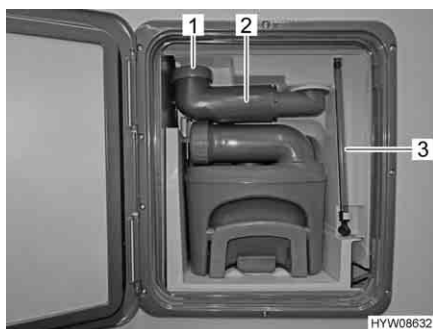

Fig. 99 Serbatoio fecale
- Controllare il livello dell'acqua nel tubo di riflusso (Fig. 99,3). Il livello dell'acqua nel tubo di riflusso corrisponde al livello dell'acqua nella cassetta dell'acqua di risciacquo.
- Ruotare verso l'esterno il bocchettone di riempimento (Fig. 99,2).
- Svitare il coperchio (Fig. 99,1).
- Sganciare il tubo di riflusso (Fig. 99,3) e ruotarlo verso il basso.